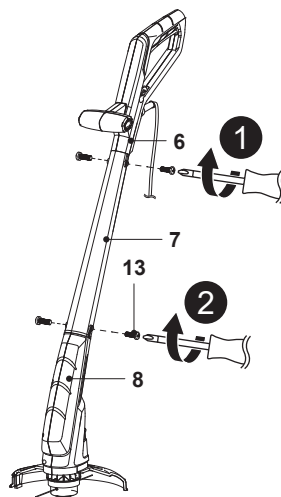

Fig. 2
3. Fixer la perche supérieure (6), la perche centrale (7) et la perche inférieure (8) à l'aide des quatre vis (13) dans le sens des aiguilles d'une montre (Fig. 2).